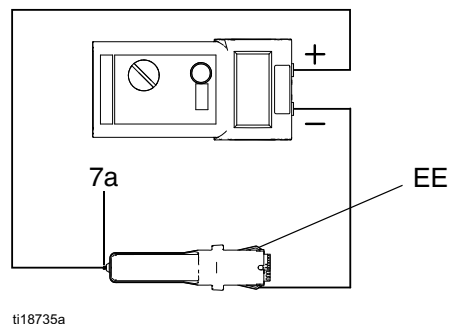

图 18. 测试电源的电阻
1. 卸下供电电源 (7)。参见第 40 码页的 **电源拆卸与更换**。
2. 卸下供电电源的涡轮 (8)。参见第 41 码页的 **涡轮拆卸与更换**。
3. 测量从供电电源的接地片 (EE) 到弹簧 (7a) 的电阻。电压为 85kV 的喷枪的电阻应为 130-160 兆欧。参见图 18。